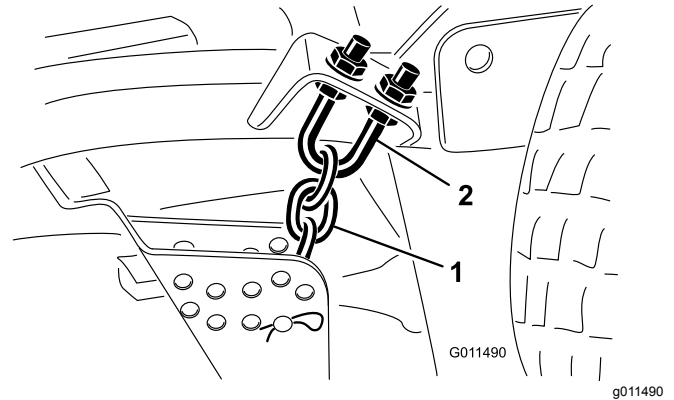

Figura 104
1. Desaperte as porcas de retenção na zona superior ou inferior da cavilha em U da correia da altura de corte (Figura 104).